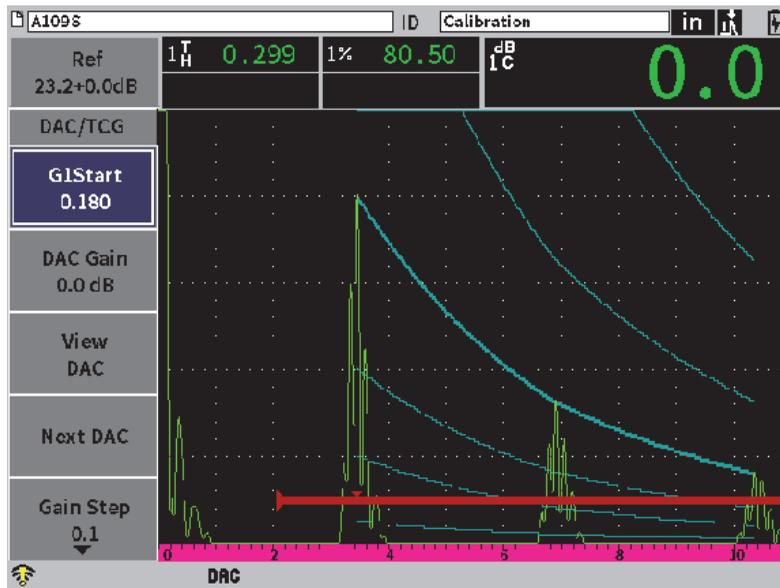

図 11-18 完成したカスタム DAC
**カスタム** DAC セットアップとその機能は、この項ですでに説明した標準および ASME III モードと同じ要領です。194 ページの図 11-18 は、完成した**カスタム** DAC 設定を示しています。